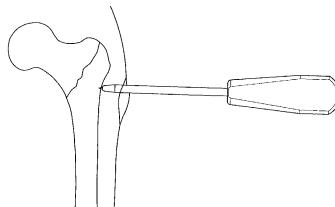

図2
- 外側大転子部に整復ロッドの先端部を押し当て、整復します。（図2）